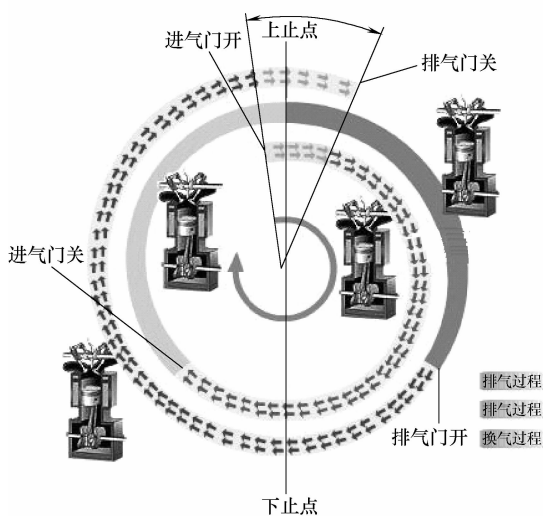
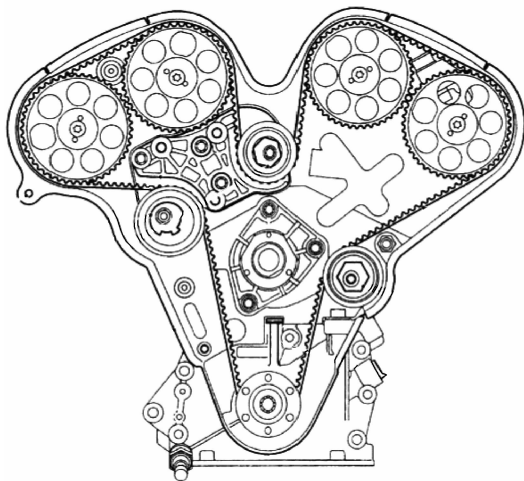

图 4-8
图 4-9
② 起动转矩强
③ 不适合作风机电动机
④ 即使带负载, 转速下降也很小
⑤ 用做汽车中的起动机
① 使冷却液沸腾
② 防止冷却液压力超出 1bar
③ 能够使发动机快速达到工作温度, 然后保持这个温度不变
- ④ 自动打开、关闭散热器百叶窗
- ⑤ 根据冷却液温度控制风扇离合器
36. 图 4-8 所示的是什么？
- ① 四冲程发动机的工作
- ② 四冲程发动机的配气相位图
- ③ 四冲程发动机的特性曲线
- ④ 四冲程发动机的能量平衡图
- ⑤ 四冲程发动机的工作方法
37. 下面哪一个名称与图 4-9 所示发动机的配气机构是吻合的？
- ① 顶置 V 型发动机 (OHV 发动机)，缸盖中分别有一个凸轮轴
- ② V 型发动机，缸盖中有两个凸轮轴 (DOHC 发动机)，皮带传动
- ③ V 型发动机，缸盖中有两个凸轮轴 (DOHC 发动机)，滚子链传动
- ④ 顶置直列式双盖凸轮轴发动机 (DOHC 发动机)
- ⑤ W 型双盖凸轮轴发动机 (DOHC 发动机)